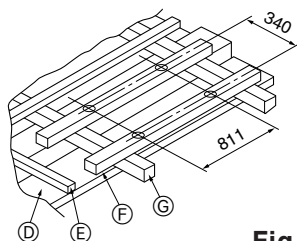

Fig. 2-4
- ① Ξύλινες κατασκευές (Fig. 2-4)